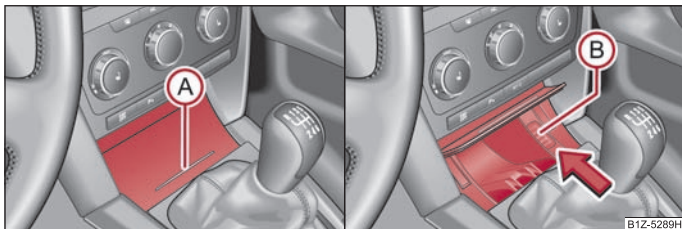

Abb. 83 Mittelkonsole: Aschenbecher vorn / Aschenbechereinsatz vorn herausnehmen
- Drücken Sie auf den unteren Teil des Aschenbecherdeckels - siehe Position (A) ⇒ Abb. 83.